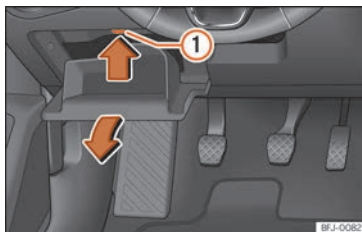

Fig. 102 Sur le tableau de bord côté conducteur (volant à gauche) : cache du boîtier de fusibles.
- Ouvrez le rangement du côté conducteur »» fig. 102.
- Appuyez sur l'ergot de fixation »» fig. 102 ① vers le haut dans le sens de la flèche tout en ouvrant davantage le rangement puis en le retirant de manière à accéder au porte-fusibles.